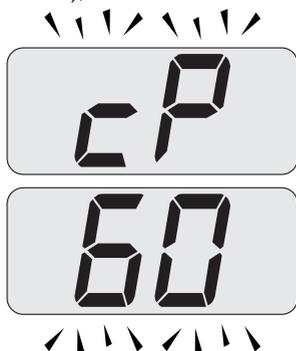

Figura 9.17
- Premendo il tasto 18 è possibile variare la potenza in modalità spazzacamino: con visualizzazione sul display LCD delle lettere **CP** che si alternano con il valore di temperatura dell'acqua di riscaldamento (es. **60**), siamo "funzione spazzacamino" alla potenza massima in riscaldamento (Figura 9.17);